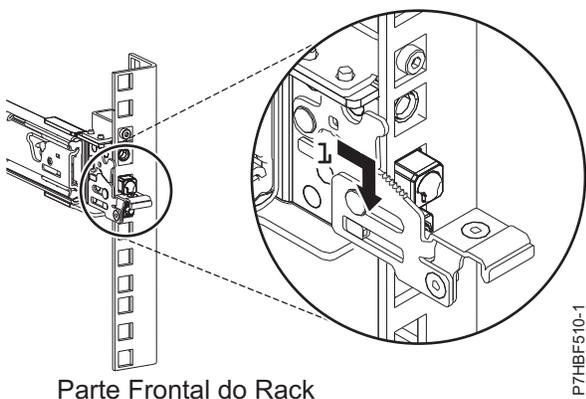

Figura 5. Pinos que são encaixados no trilho frontal do rack
6. Puxe o trilho deslizante para frente e insira os três pinos da frente do trilho nos orifícios na unidade EIA selecionada, que foi marcada anteriormente. Abaixar o trilho deslizante para baixo (1) para encaixar o gancho no pino do meio. Para obter detalhes, consulte Figura 5.